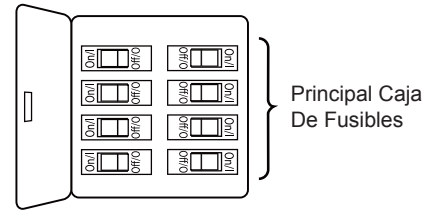

Figura 1
Uso de perfil bajo (Figura 1)
1. Extraiga la pieza de la bola colgante de la unidad de la bola colgante / varilla aflojando el tornillo de presión de la bola colgante hasta que la bola se libere de la varilla. Retire el pasador del barral y luego extraiga la semiesfera. Conserve el pasador y la semiesfera para su reinstalación en el paso 6. (Figura 1)
1. Coloque las palas a través de las ranuras en la unidad del motor y fije la unidad del motor usando 3/16"-24 tornillo de cabeza troncocónica con arandela de resorte/arandela plana. Asegúrese de que los tornillos fijan adecuadamente las palas al centro del motor estando éstas colocadas correctamente. (Figura 1)
- 1. Extraiga uno de los tres tornillos del soporte ubicado en la parte inferior de la unidad del motor. Guárdelo para después y afloje levemente los otros dos tornillos. (Figura 1)
Para evitar una posible descarga eléctrica, asegúrese de cortar la alimentación eléctrica de la caja de fusibles principal antes de colgar el ventilador. (Figura 1)
1. Para configurar el código de unidad del receptor. Deslice los interruptores de código a las mismas posiciones que en el transmisor. (Figura 1)
1. Instale la cubierta rotando la ranura clave en la cubierta sobre el tornillo de hombro del soporte del gancho, teniendo cuidado de no pillar los cables. Fije el tornillo de hombro. Instale adecuadamente y fije el segundo tornillo de hombro que fue anteriormente guardado. (Figura 1)
1. Asegure el vidrio en la unidad de carcasa girándolo en el sentido de las agujas del reloj. Gire el vidrio gradualmente **hasta que encaje en la unidad de carcasa**. Sin apretar demasiado. (Figura 1)
- 1. IMPORTANTE:** El uso de un regulador de la intensidad completa (no incluido) para controlar la velocidad del ventilador dañará el dispositivo. Para reducir el riesgo de incendio o descarga eléctrica, no utilice dicho regulador para controlar la velocidad del ventilador. (Figura 1)
1. Instalación de la placa de la pared: (Figura 1)